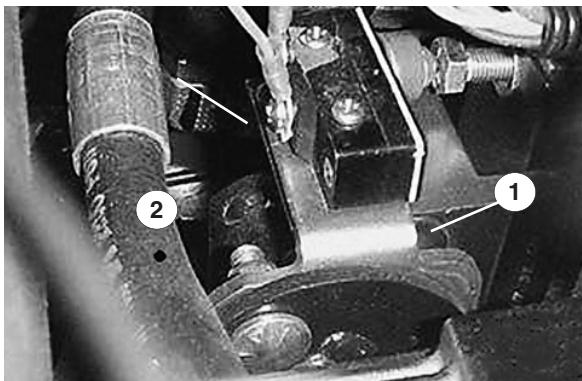

Bild 30
4. Lockern Sie die zwei Sicherungsmuttern, mit denen die Pumpenplatte befestigt wird (Bild 30), so dass sich die Platte ungehindert bewegen kann.
5. Starten Sie den Motor und drehen die Pumpenplatte (Bild 30) nach links oder rechts, bis sich das Rad nicht mehr dreht.
6. Stellen Sie den Motor ab und ziehen die Sicherungsmuttern fest, um die Pumpenplatte zu arretieren (Bild 30).